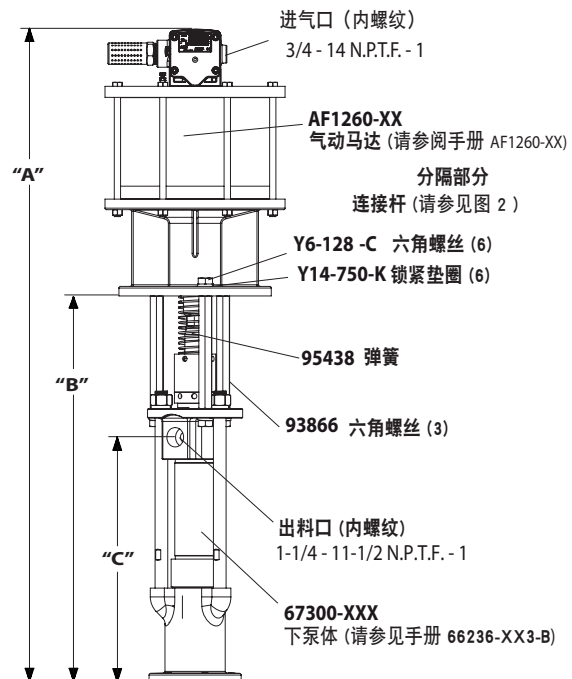

图 1
2. 从连接螺杆上扭下三个六角螺钉螺母（Y6-128-C）和垫片（Y14-750-K）（见图1）。